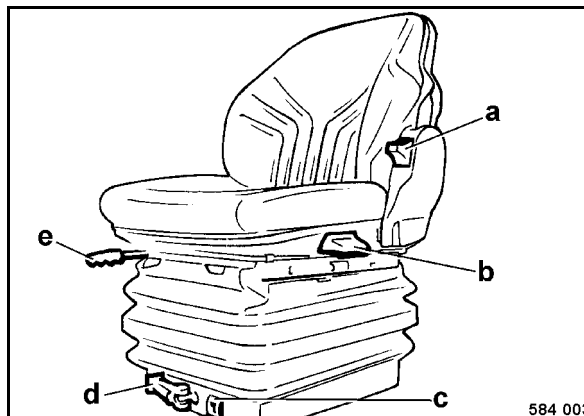

fig. 54
- Tirer la manette e (fig. 54) vers le haut et coulisser le siège vers l'avant ou l'arrière pour le régler dans la position désirée.